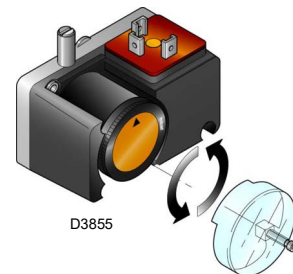

Abb. 27
- Stellen Sie den Gas-Mindestdruckwächter (Abb. 27 auf Seite 26) auf den Skalenanfangswert ein.
Den Gas-Mindestdruckwächter (Abb. 27) nach erfolgter Einstellung des Brenners, der Gasventile und des Stabilisators der Gasarmatur einstellen.